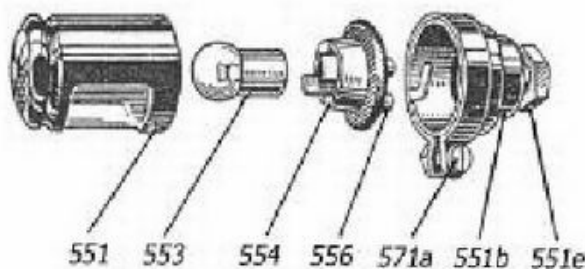

Bild 14. Nummerlaterne JN5, auseinandergenommen
a) Nummerlaterne JN5 (Bild 14)